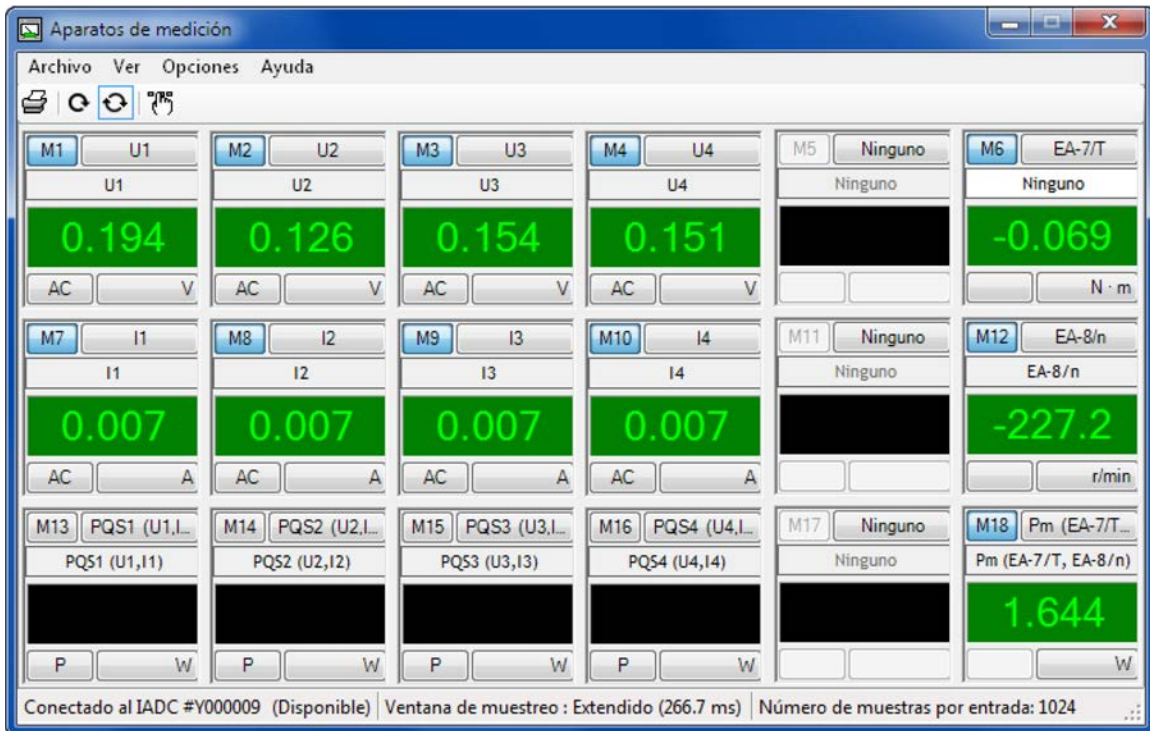

Figura 8. Al iniciar el instrumento *Aparatos de medición*, aparece la ventana del mismo nombre.
- Para iniciar un instrumento computarizado implementado con la DACI, selecciónelo en el menú *Instrumentos* (ver figura 7) de LVDAC-EMS, o haga clic en el botón correspondiente de la barra de herramientas de LVDAC-EMS. El instrumento que se seleccione aparecerá en la pantalla del ordenador. Por ejemplo, la figura 8 muestra la ventana que aparece al abrir el instrumento *Aparatos de medición*.